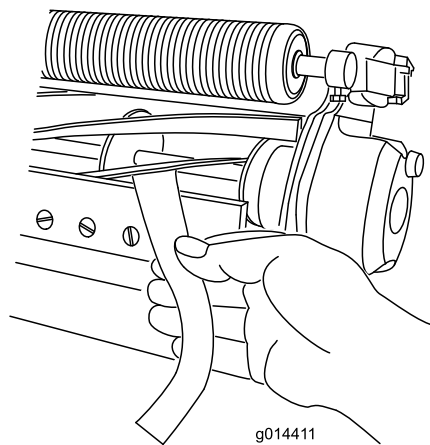

Figure 10
11. Contrôlez l'efficacité de la coupe en insérant une longue bande de papier de performance de coupe entre le cylindre et la contre-lame, perpendiculairement à la contre-lame (Figure 10). Faites tourner lentement le cylindre en avant pour couper le papier.